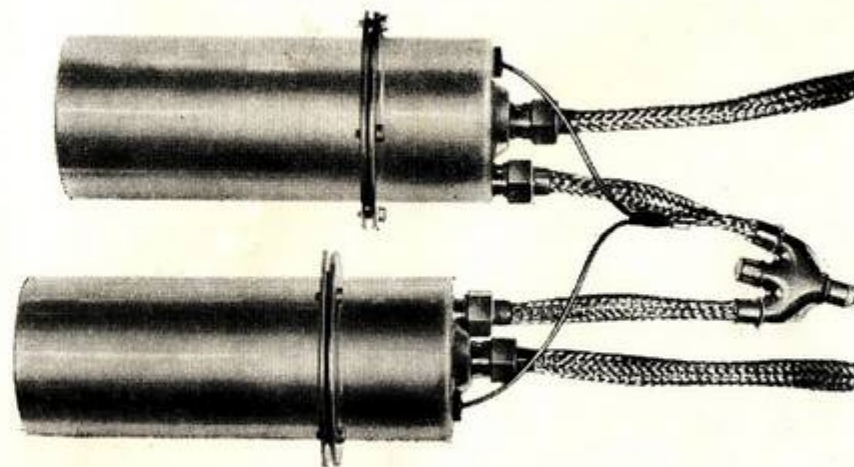

Bild 4 Montage der Entstörkappen
Es wird je ein Spannring (8) auf die Zündspulen geschoben und mit vier Schrauben (14) mit den Entstörkappen verschraubt. Die Überwurfmutter der Entstörkappen sind mit einem Drehmoment von 3 bis 5 Nm anzuschrauben. (siehe Bild 4)